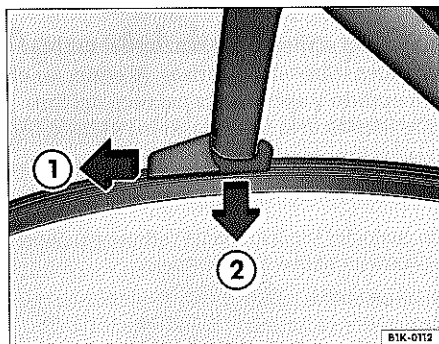

Fig. 14 Cambio de la escobilla del limpiaventana
- Desbloquee la escobilla en dirección de la flecha ⇒ fig. 14 ①.
- Desmonte la escobilla, tirando en dirección de la flecha ②.
- Encaje una escobilla nueva, de la misma longitud y tipo, en el brazo del limpiacristales en el sentido contrario al de la flecha ②.
- Bloquee la escobilla en el sentido opuesto al que indica la flecha ①, haciendo que encastre.